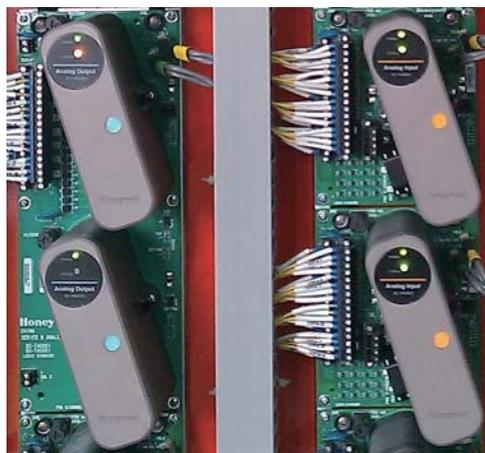

图16. 冗余与非冗余8系列I/O模块
C300控制器模块如图16、17中的①,采用了垂直安装设计及与8系列输入输出模块相同的新颖封装形式。垂直安装这一创新设计,改善了机柜的走线、有效利用了机柜空间,模块18度倾斜确保了运行期间机柜内热量均匀流过模块,保证了系统的高可用性。模块采用了高密度部件,减小了体积,同时提高了单模块的通道比率。